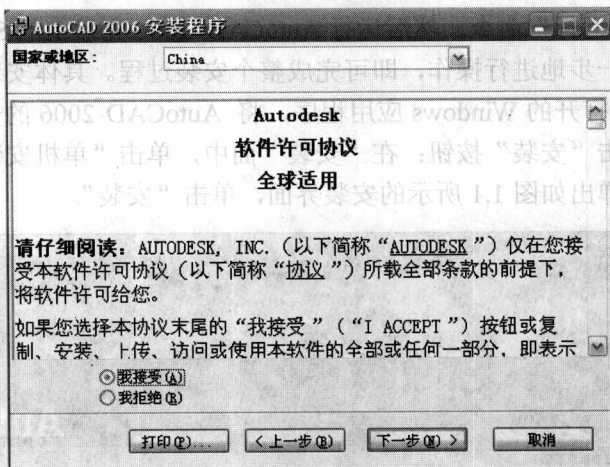

图 1.3 “软件许可协议”对话框
③ 在如图 1.3 所示的“软件许可协议”对话框中选择“我接受”单选按钮，单击“下一步”按钮；如果不同意协议的条款，可单击“取消”按钮，以取消安装。